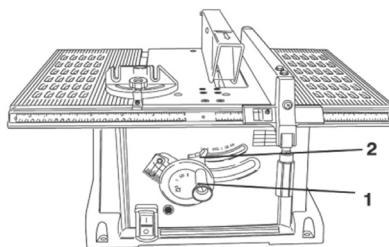

Fig. 18 – Regulaje del altura de la lámina
- 8 - Reinstale la tapa de la mesa (1).
Para levantar o bajar la lámina de sierra, gire el volante de regulaje (1) hasta la altura deseada (fig. 18).
Para inclinar la lámina de sierra, primero suelte la manopla traba (2) y en seguida empuje la manopla (1) hasta que el engranaje de la misma, encaje en el canal de la base de la máquina. En seguida, gire la manopla verificando el ángulo deseado. Cuando llegar al ángulo deseado, apriete nuevamente la manopla traba (2), fig. 18.